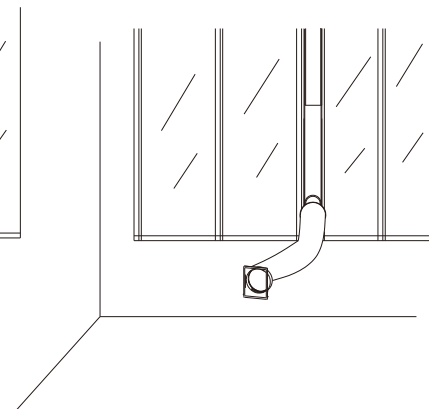

Fig. 8
9. Installer le conduit d'évacuation d'air, le kit et leurs accessoires sur la fenêtre la fenêtre conformément à la Fig8 dessin illustré.